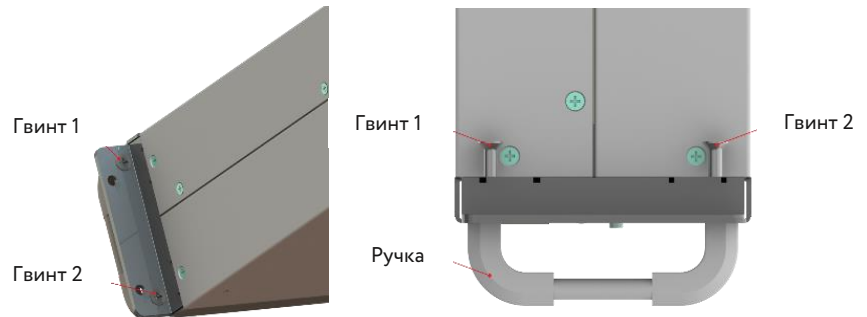

Рисунок 5.11. Розташування кріплень
2. Вийміть гвинт 1 та гвинт 2, використовуючи викрутку (рис. 5.11). Зніміть ручку (якщо є).